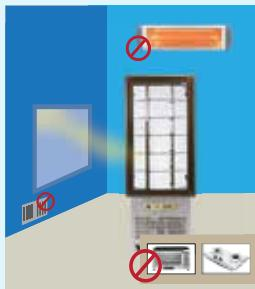

IMAGEN 1
- No ponga su producto en un lugar donde lleva la luz solar directa o una cocina, calentador, horno, estufa, y las fuentes de calor radiante infrarrojo. De lo contrario, puede causar a disminuir el rendimiento del producto, los daños y la destrucción de su producto. (Imagen 1)